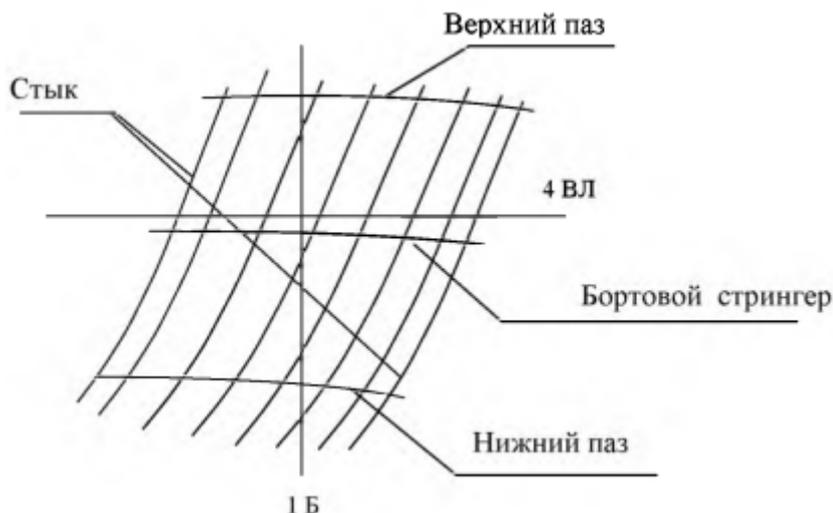

Рисунок 1 – Эскиз лекала
1. Определить форму и размеры продольного лекала, лежащего в районе стрингера (рисунок 1) бортовой секции. Лекало расположить по нормали к среднему шпангоуту. Толщина наружной обшивки 12 мм.